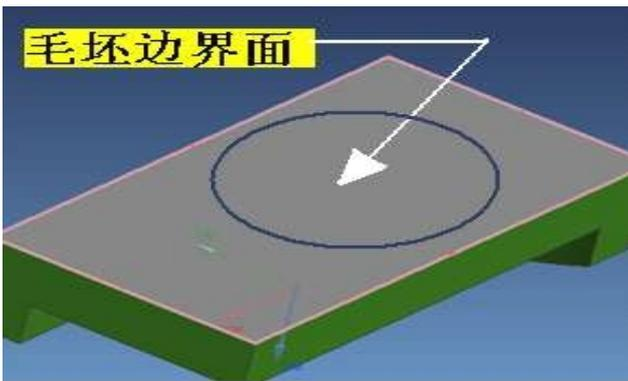
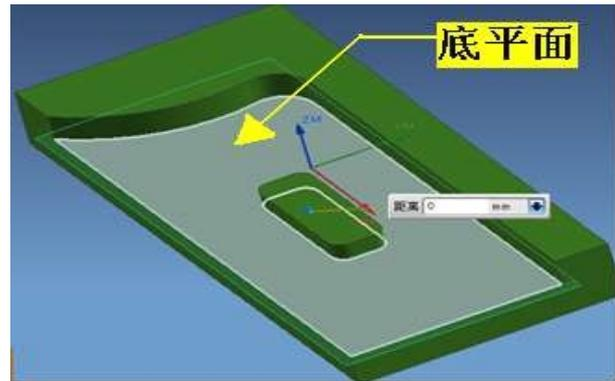

图1
图2
1：面铣的粗加工：还是进行前面案例，打开面铣对话框，展开刀轴定义区（下图 1 所示），可以看到刀轴默认的是‘垂直于第一个面’。你再打开平面铣对话框、型腔铣对话框、固定轴曲面轮廓铣这些以后我们都要讲解的对话框（下图 2、3、4 所示），你会发现它们之间的区别——其它的操作类型都是：刀轴默认的方向都是+Z 轴，在前面的基础知识中我们也讲到过，在三轴固定轴铣加工中，默认的刀轴方向都是+Z 轴，这是三轴固定铣的主要特点。我们的教程所主要探讨的也是这方面的知识。而为什么面铣默认的刀轴方向不是+Z 轴呢？而‘垂直于第一个面’又是什么意思呢？其实在 UG 以前的版本中，面铣默认的刀轴方向也是+Z 轴，这里默认的‘垂直于第一个面’是它 UG 新版本新增功能。‘垂直于第一个面’是 UG 明显的告诉你，面铣就是加工平面的，加工垂直于刀轴的平面，这是面铣的特性和优势所在。这也是所有教程所倡导的。‘垂直于第一个面’还有一个主要功能就在应用于变轴加工中而且是广泛的。**这就是在上一节中刀路生成在零件的下方的原因(系统所认为的所选面的垂直方向——法线矢量)**。（下图①所示）。学习完下面的案例就明白了怎样操作是正确的！
第一步：重新创建平面铣操作：点击图标在创建对话框中选择平面铣图标→分别设置一下父级组：**程序** PROGRAM、**刀具** D16 (Milling)、**几何体** WORKPIECE、**方法** MILL\_FINISH → **确定**完成进入平面铣对话框，首先定义零件边界，点击图标出现创建边界几何体对话框，按照我们以前教的方法，直接选择图形中的所有要加工的平面→ **确定**完成返回到平面铣对话框，来继续定义毛坯边界，点击图标出现创建边界几何体对话框，也是按照我们以前教的方法，直接选择图形中的最低的零件底面（下图 1 红色高亮的部分），至此定义完零件和毛坯边界。下面来定义底平面，点击图标指定零件的加工最深度位置（下图 2 高亮的部分），到此定义完成所有需要的几何体。
中选择平面铣图标→也同时分别设置一下父级组：**程序** PROGRAM、**刀具** D16 (Milling)、**几何体** WORKPIECE、**方法** MILL\_FINISH → **确定** 完成进入面铣对话框，首先定义改变刀轴的方向为+Z轴后，点击图标**指定面边界**出现**指定面几何体**对话框，按照我们以前教的方法，直接选择图形中的最低的平面（如上图 1 红色高亮的部分）→ **确定** 完成返回到平面铣对话框，在**刀轨设置**定义区，定义毛坯距离为**毛坯距离** 45.1，设置切削的方法为**切削模式** **轮廓**、**每刀深度** 2.00，至此定义完加工的范围和加工的每刀深度。生成刀轨的结果如（下图 3C）所示。可以看到二者生成的刀轨基本上没有什么区别，而且面铣其操作的步骤要简单很多。